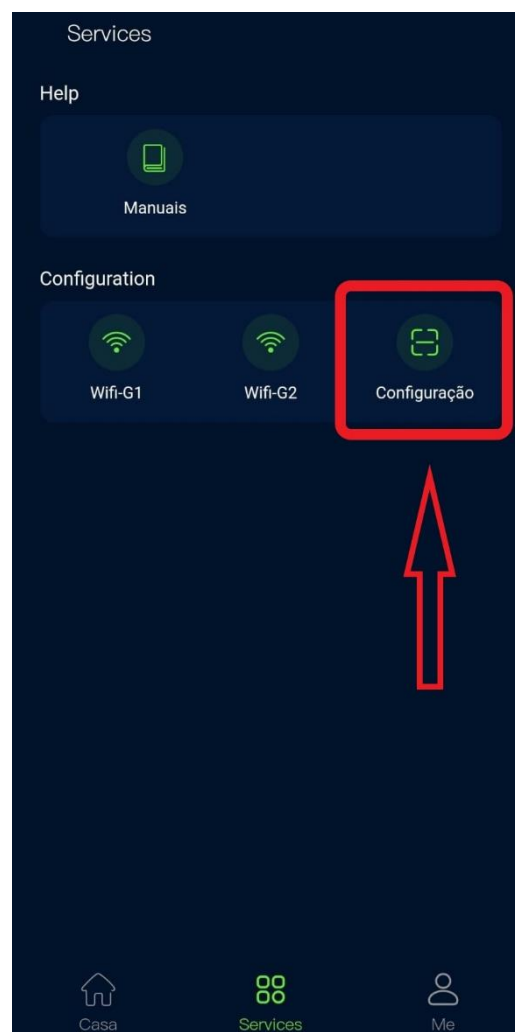

Figura 8 – Configuração para reconhecimento do servidor
1. Realize o login no aplicativo RenacSEC com a conta que contém o inversor adicionado. Se caso o inversor não possuir planta ou login, refira ao documento “**Guia para Criação de Contas e Plantas RenacSEC**”. Após realizar login no aplicativo RenacSEC, clique na aba inferior no botão “Services”. Na tela Services, clique no botão “Configuração” como mostra a **Figura 8**.